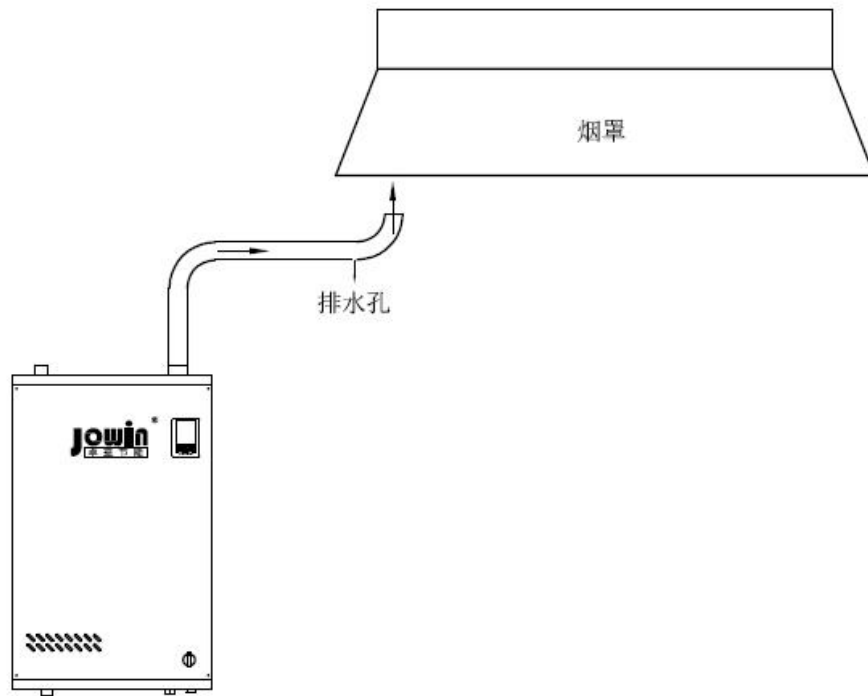

图 22 烟气排至烟罩下方的情况
- (3) 在厨房使用时，也可按厨具标准将排烟管接至烟罩下方，如图 22 所示，因烟罩常常会有水珠滴入烟道，因此，建议在烟道上开一个可以排水的小孔（如 5 毫米）。
- (4) 将烟管连接至公共烟道时，须先确定烟道内是否存在正压，若存在正压则不可连接。若为负压也必须加装止回阀后才可连接，因正负压情况常常难以判断，因此建议尽量避免此类安装方式。